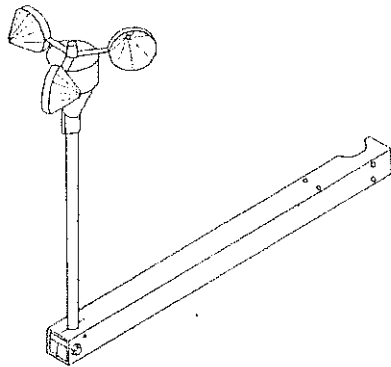

Figure 1. Sensor Mounted on Half Cross Arm
1. Figure 1 のように、センサーのマウンティングポールをクロスアームに差し込みます。